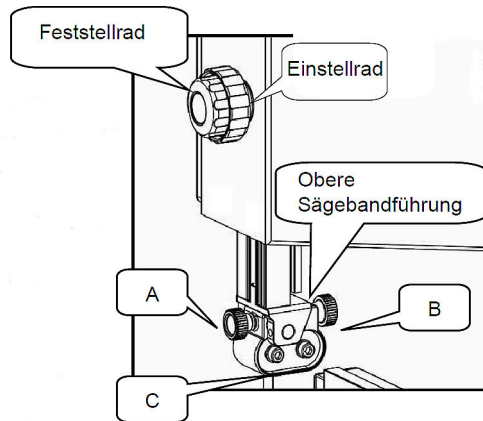
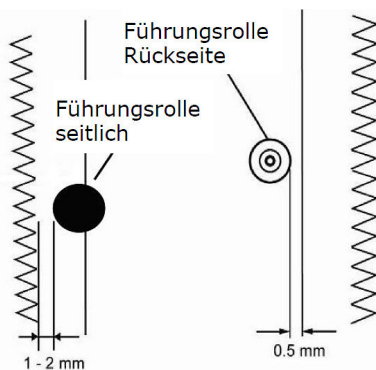

Abb. 36: Position der oberen Bandführung einstellen
Abb. 37: Einstelle der Führungslager
Schritt 1: Lösen Sie das Feststellrad der Sägebandführung und stellen Sie mit Hilfe des Einstellrads die Höhe ein. Danach das Feststellrad wieder festziehen (Abb.36).
Schritt 2: Lösen Sie die Schraube (A, Abb.36) und stellen Sie die Position des Führungslagers so ein, dass das Führungslager 1 oder 2 mm (Abb.37) von den Zähnen des Sägeblattes entfernt ist. Ziehen Sie danach die Schraube (A, Abb.36) wieder fest.
Schritt 3: Lösen Sie die Schraube (B, Abb.36) und stellen Sie die Rückseite der Führungsrolle auf 0,5 mm (Abb.37) hinter der Klingenrückseite ein. Ziehen Sie den Knopf (B, Abb.36) wieder fest.
Schritt 4: Lösen Sie die Schraube (C, Abb.36) und stellen Sie das Führungslager auf eine Position ein, die 0,5 mm vom Messer entfernt ist. Ziehen Sie die Schraube (C, Abb.36) wieder fest.